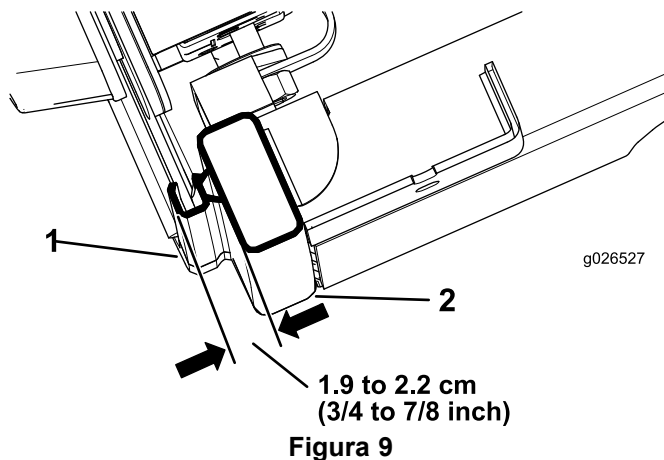

Figura 9
3. Chiudete completamente la porta e misurate l'altezza della guarnizione a bolla fino alla superficie della guarnizione della guida della cabina e assicuratevi che la misura sia compresa tra 1,9 e 2,2 cm come illustrato in Figura 9.